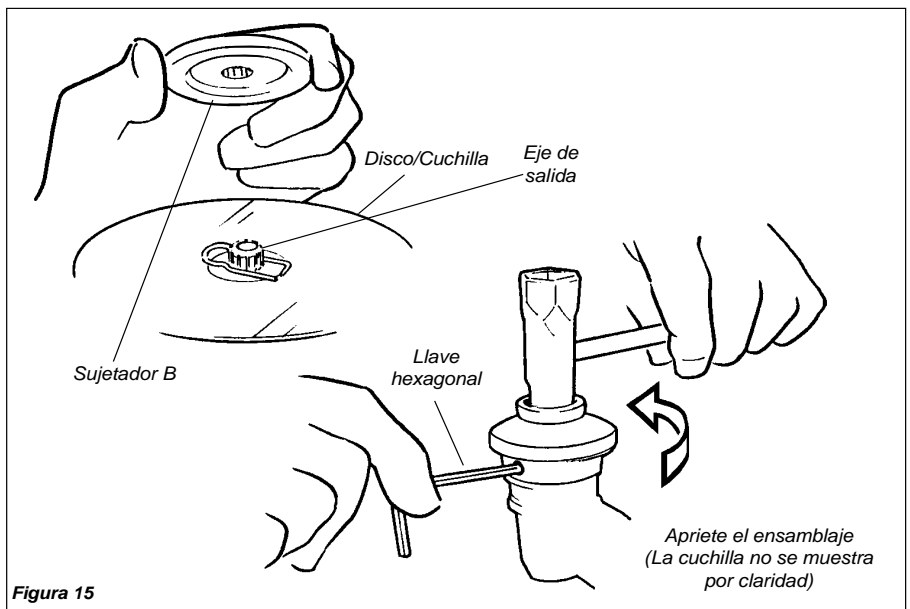

Figura 15
5. Instale el sujetador B en el eje de salida. Consulte la figura 15. El reborde en el soporte debe cubrir completamente el reten de seguridad, y debe encajar apretadamente contra la cuchilla.